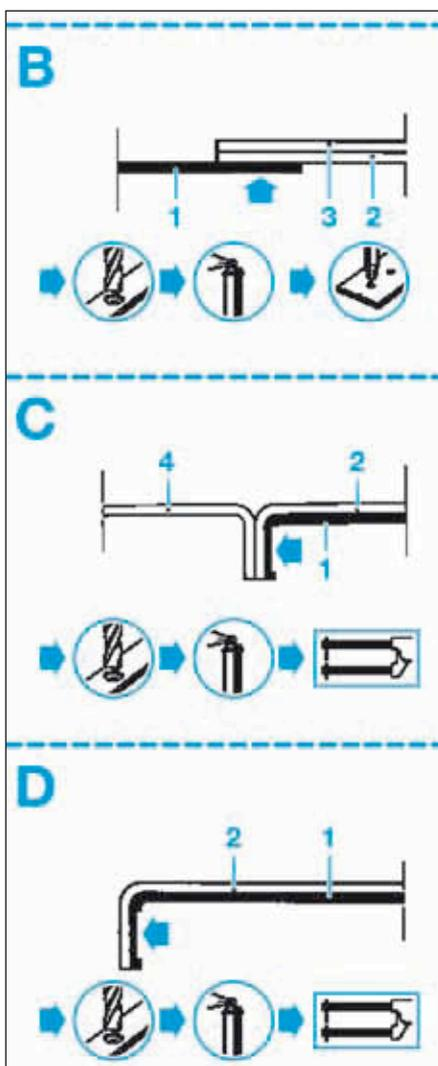

FIG.114
- Dépointer et fraiser comme illustré (Fig.114) et (Fig.115).
- Tracer puis percer à l'aide d'un foret pour un soudage ultérieur par points (Fig.114) et (Fig.115).